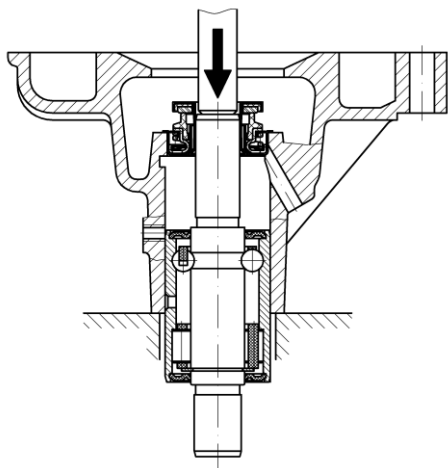

Рисунок 63. Выпрессовка подшипника
- выпрессовать из корпуса подшипник (рис.63). Выпрессовку подшипника производить на прессе или с помощью медной оправки. Для более легкой выпрессовки рекомендуется нагреть водяной насос до температуры плюс 80 °С;